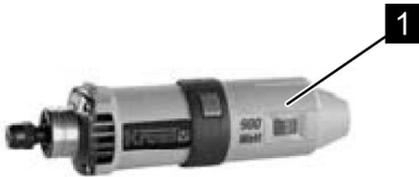

Abb. 39: Fräsmotor
■ Kress Frässpindel 1050 FME-1 (Abb. 39/1)